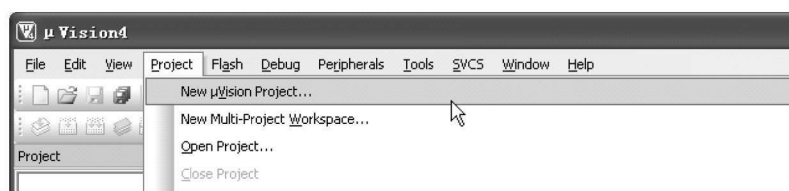

图 1.2.4 新建工程
(1) 新建一个工程。顺序单击菜单“Project→New μ Vision Project”选项，如图 1.2.4 所示。